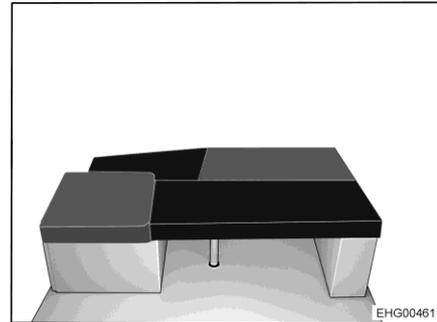

Bild 177 Nach dem Umbau
- Rechteckiges Zusatzpolster auf den Tisch legen (siehe Bild 177).
- Dreieckiges Zusatzpolster zwischen Seitensitz und Einzelbank auf die lange Bettverbreiterung legen (siehe Bild 177).